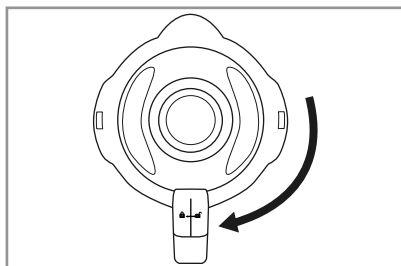

Fig.2
- 4) Volte a colocar a tampa ❷ desalinhada no copo misturador ❸ e pressione-a firmemente. Feche a tampa ❷, rodando-a no sentido dos ponteiros do relógio, para a posição ❶, até ela encaixar de forma audível (ver fig. 2). Verifique se o bico de esvaziamento no copo misturador ❸ está fechado. O motor só pode arrancar quando a tampa ❷ estiver corretamente alinhada.